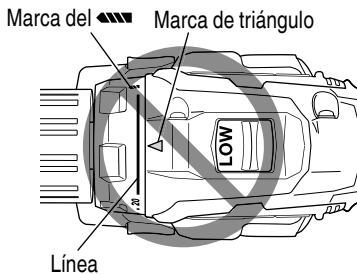

Fig. 12
- (1) Cuando utilice esta unidad como destornillador, alinee uno de los números “1, 5, 10 ... 20” del dial del embrague, o el punto, con la marca de triángulo del cuerpo exterior.
(2) Cuando utilice esta unidad como taladro, alinee la marca de taladro “” del dial del embrague con la marca de triángulo del cuerpo exterior.
- Evite usar la unidad con el número del dial del embrague entre “20” y la línea provista en el medio de la marca del taladro “”. Si lo hiciese, se podrían producir daños (Consulte la Fig. 12).